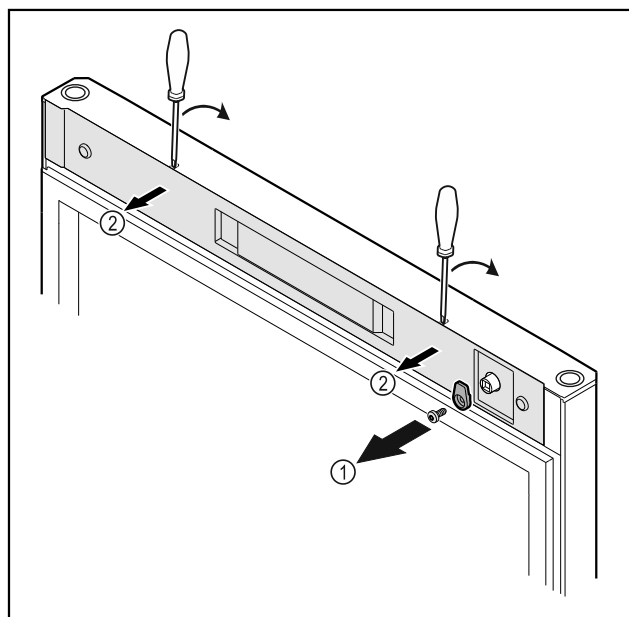

Fig. 19
- ▶ Svitare i ganci di chiusura Fig. 19 (1).
- ▶ Disinnestare la copertura Fig. 19 (1) con l'ausilio di un piccolo cacciavite e rimuoverla.